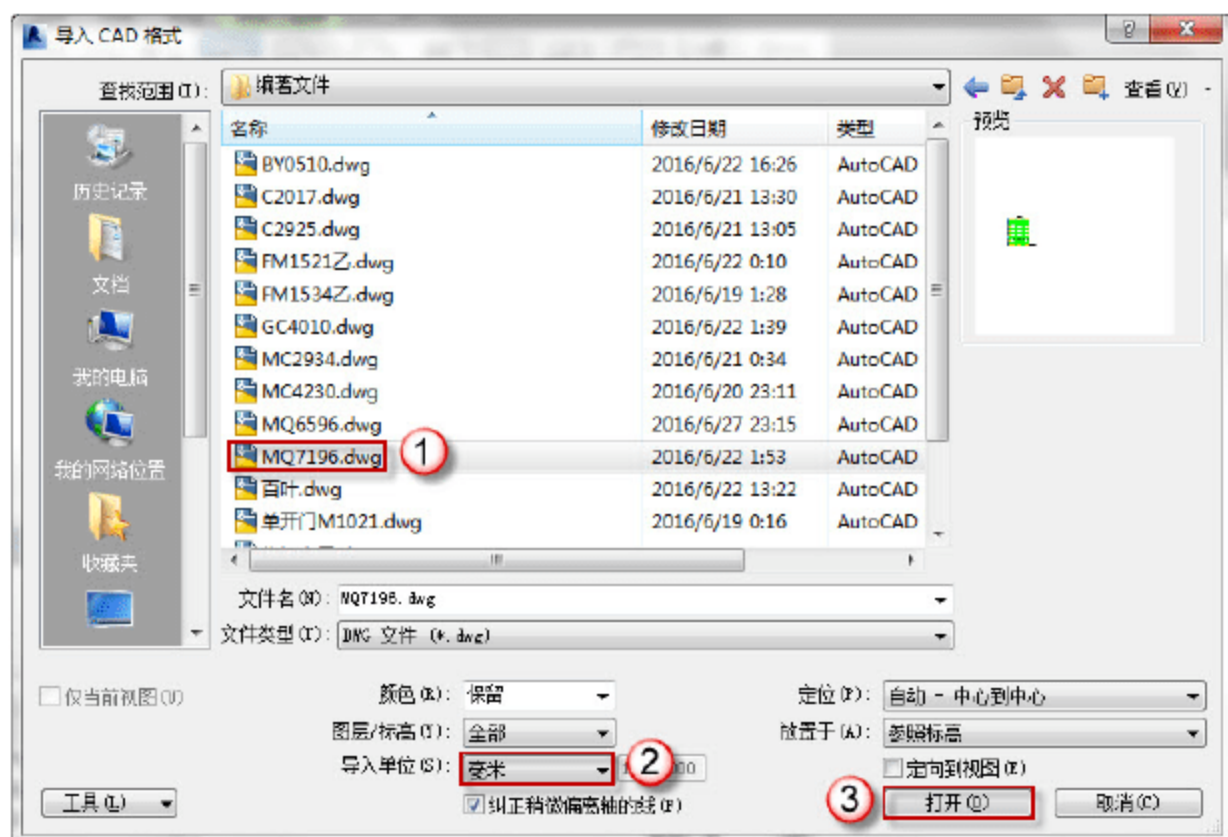
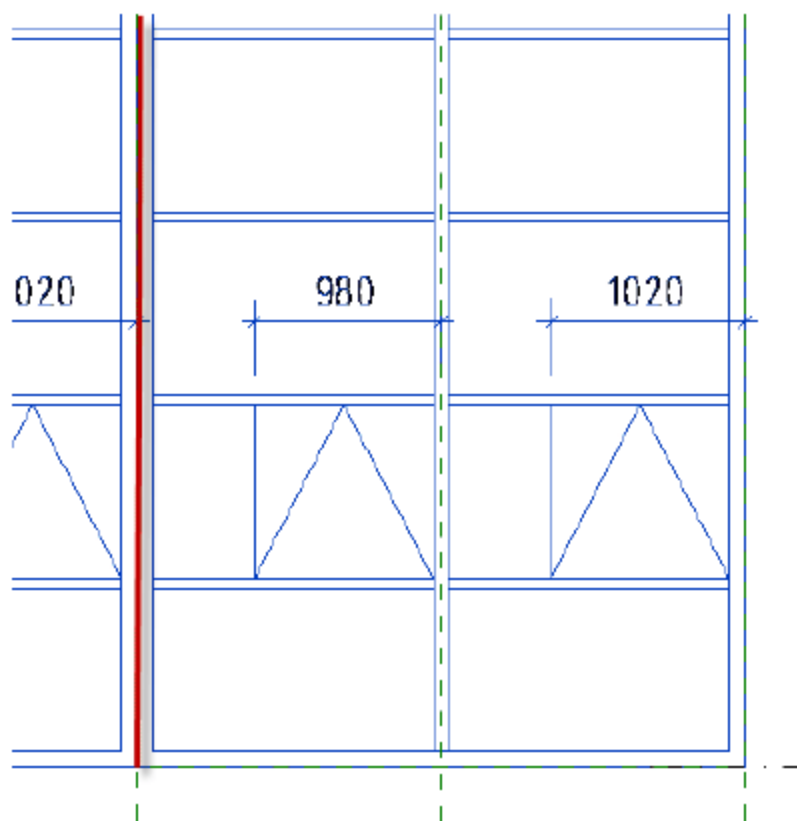

图 7.2.28 导入“MQ7196.dwg”文件
图 7.2.29 调整后的 MQ7196.dwg
(4) 导入 CAD 图形。选择“项目浏览器”中的“立面（立面 1）”→“外部”选项，可以进入 MQ7196 的外部立面视图，选择“插入”→“导入 CAD”命令，弹出“导入 CAD 格式”对话框，选择“MQ7196.dwg”文件，将“导入单位”改为“毫米”，单击“打开”按钮。如图 7.2.28 所示。调整 CAD 图形，选定导入的“MQ7196.dwg”CAD 图形，按快捷键 M+V，将“MQ7196.dwg”的导入 CAD 图形移动至如图 7.2.29 所示位置。